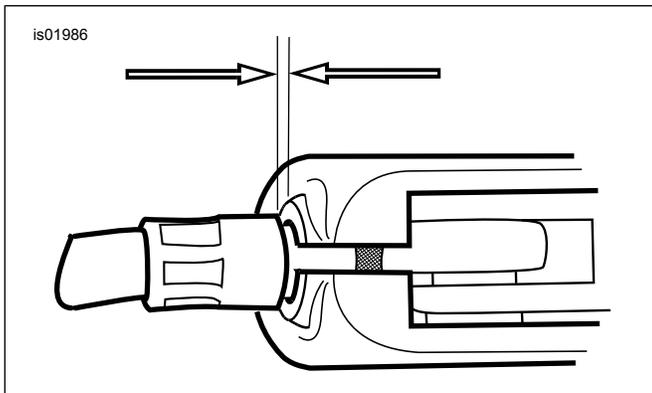

Figura 2. Juego libre del cable del embrague de 1,6-3,2 mm (1/16-1/8 pulg.)
- e. Vea Figura 2. Gire el ajustador del cable para alejarlo de la contratuerca hasta que se elimine la holgura en la palanca manual. Separe el casquillo del cable del embrague de la pieza de soporte de la palanca del embrague para comprobar el juego libre. Gire el ajustador del cable lo necesario para obtener un juego libre de 1,6-3,2 mm (1/16-1/8 pulg.) entre el extremo del casquillo del cable y la pieza de soporte de la palanca del embrague.